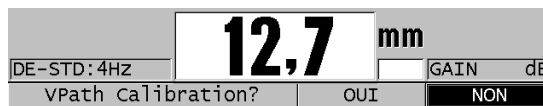

Figure 12-4 Réponse affirmative au message d'étalonnage du parcours en V
7. Dans la barre de texte d'aide, sélectionnez **OUI** pour répondre au message **VPath Calibration?** (voir la Figure 12-4 à la page 243).